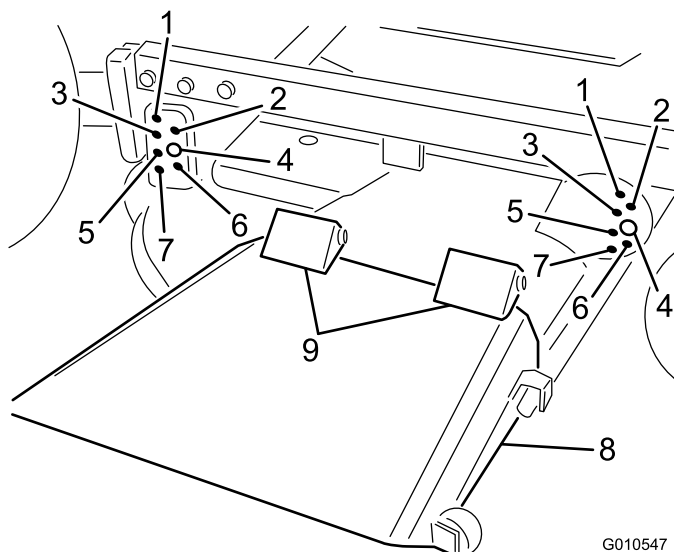

**Figure 8**
d'engrenages (Figure 8). Mettez les fixations de côté pour le remontage ultérieur.
4. Glissez le capot de protection sur l'arbre de PDF, en le positionnant comme illustré à la Figure 8.